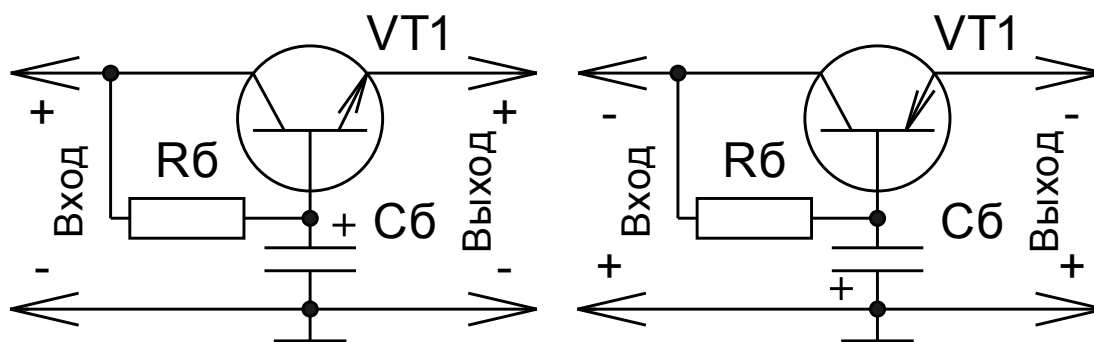

Рис. 1. Принципиальные схемы транзисторных фильтров.
1. Транзисторные фильтры обладают малыми массой и габаритами в отличие от реактивных низкочастотных LC-фильтров, не имеют крупногабаритного и тяжёлого дросселя и способны обеспечить малое выходное сопротивление [1, с. 68]. Кроме того, транзисторные фильтры имеют более высокий коэффициент сглаживания пульсаций [2, с. 55]. Транзисторный фильтр с последовательным включением транзистора и нагрузкой в цепи эмиттера эквивалентен П-образному индуктивно-ёмкостному фильтру [2, с. 55]. В рассчитываемом фильтре (смотрите рис. 1) с нагрузкой в цепи эмиттера, включённой последовательно с транзистором, на базу транзистора подаётся напряжение, отфильтрованное RC-цепочкой, состоящей из резистора Rб и конденсатора Сб.